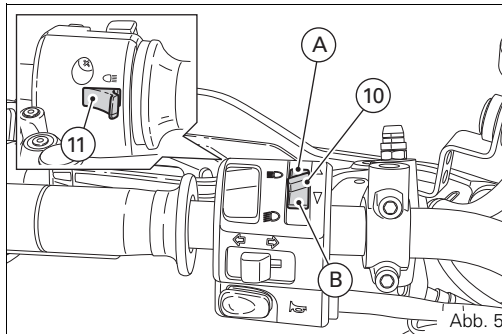

Abb. 5
11) **Lichthupentaste FLASH** (Abb. 5)